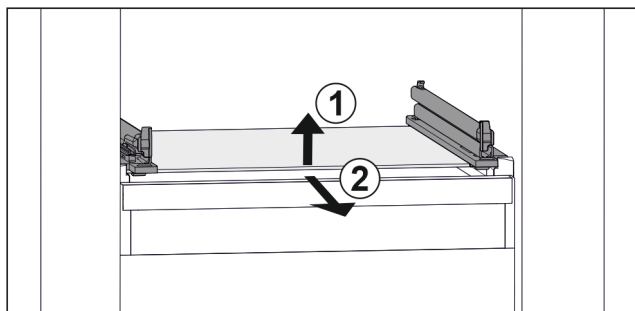

Fig. 36 Príklad zobrazenia sklenenej dosky
- Nadvihnite sklenenú dosku vpredu. Fig. 36 (1)
- Odoberte sklenenú dosku dopredu. Fig. 36 (2)